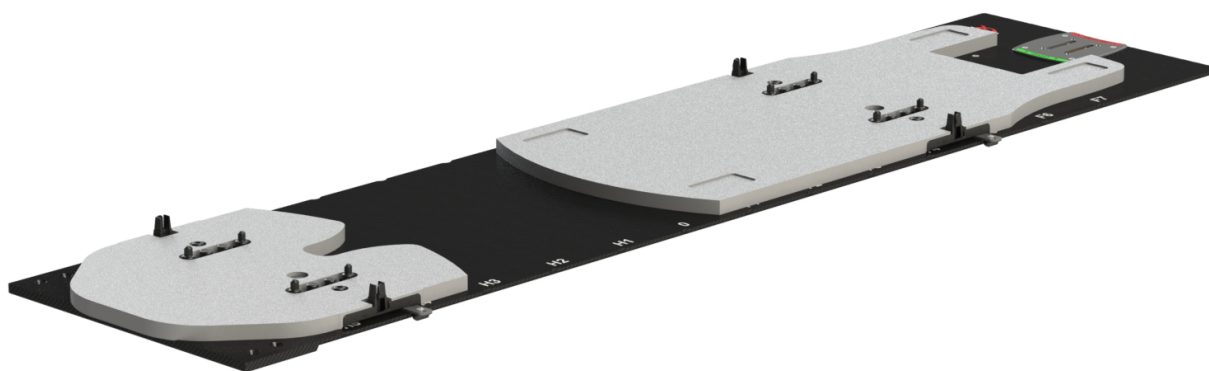

Fig. 8
2. Placera CT-mellanläggen i samma referenspunkter som fot- och huvudkomponenterna. CT-mellanläggen kan staplas ovanpå varandra för att öka höjden i steg om 2,5 cm. (Fig. 8)